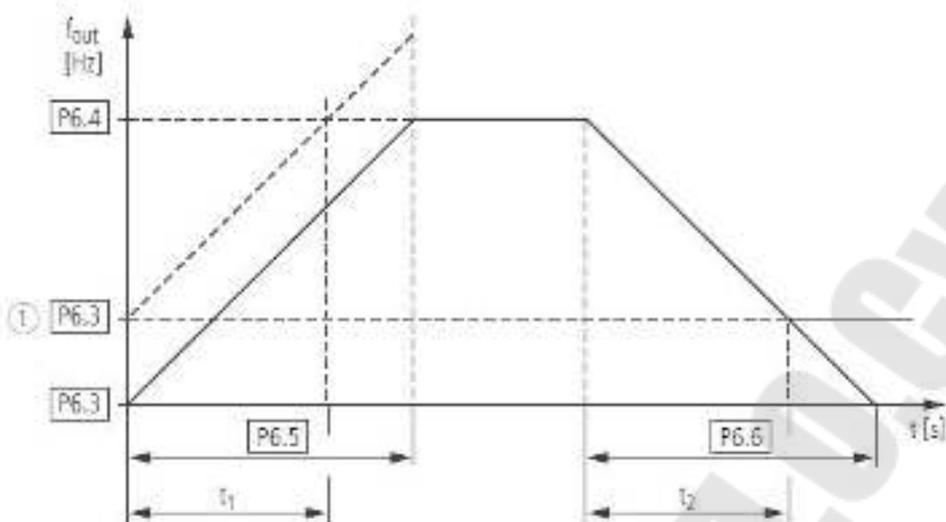

Рис. 5.1. Кривая разгона и торможения двигателя
4. Установите заданные преподавателем значения ускорений (acc1 и acc2) и замедлений (dec1 и dec2) (рис. 5.1), а также переходные частоты acc1 – acc2 и dec1 – dec2.